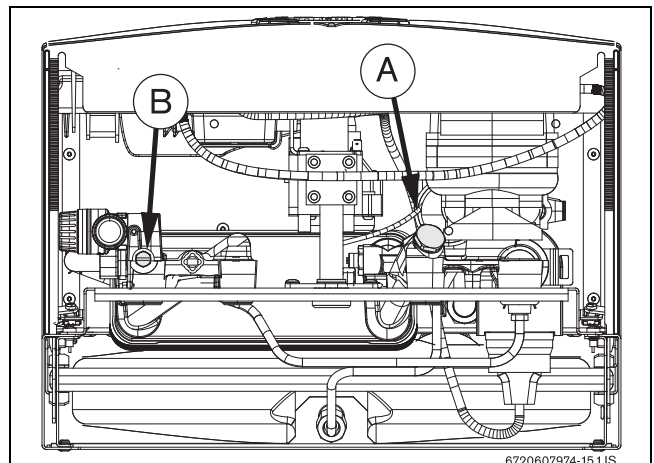

Fig. 34
- ▶ Se scoate capacul (Fig. 34, Poz. A).
- ▶ Se scot șuruburile de golire (Fig. 34, Poz. B).